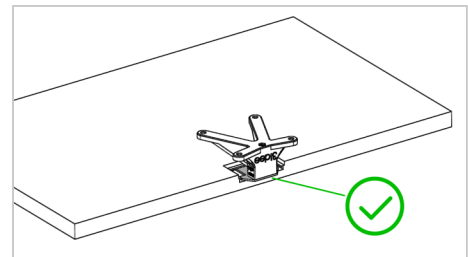

Figure 2
**Pour l'enlever** : appuie avec un objet pointu dans l'encoche carrée et retire doucement l'adaptateur. (Figure 2)